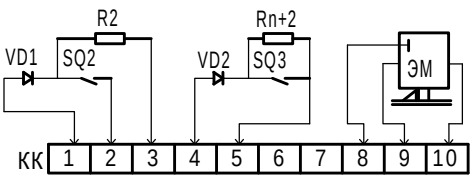

Рис. 7. Схема электрическая принципиальная клапана с пружинным приводом и электромагнитной защелкой(исп.03).
4.6. Клапан исполнения управления 03 предназначен для работы с системами дымоудаления ППСДУ-34. Схема электрическая принципиальная показана на рис. 7 (см. приложение 4)
6.7. Для систем противодымной вентиляции, управляемых контрольно-приемным пожарным устройством ППСДУ-34 предусмотрен привод исп. 03, электросхема которого указана на рис. 7 приложения 4.